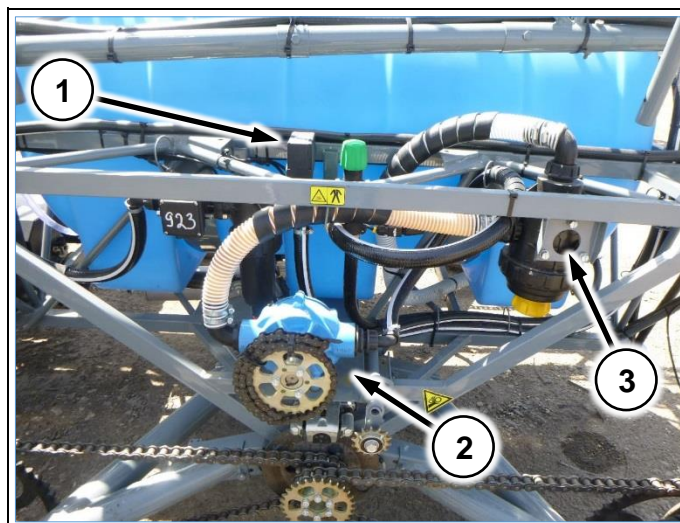

Рис. 47
3. Установите распределитель хим. системы (Рис. 47/1) на кронштейн с левой стороны машины
4. Установите насос хим. системы (Рис. 47/2) на специальную переходную площадку с левой стороны машины
5. Установите фильтр грубой очистки на крепежную планку с левой стороны машины (Рис. 47/3)